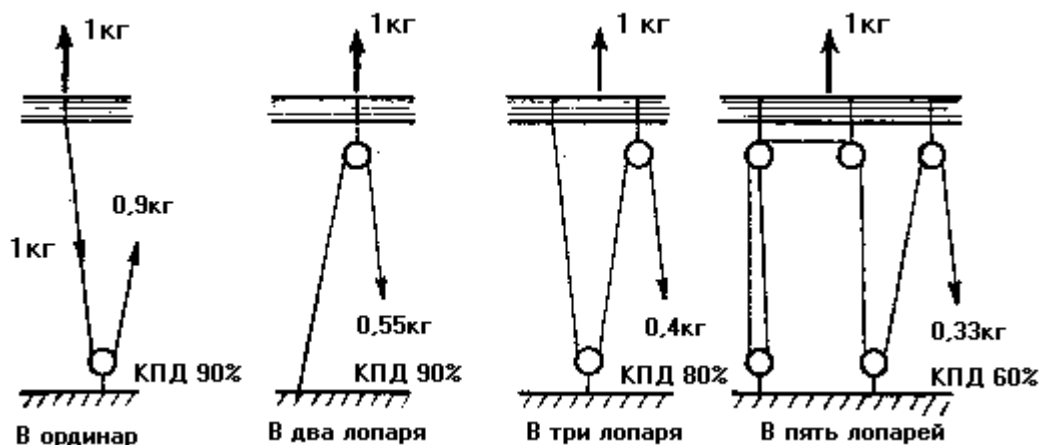

Рис. 44. Некоторые способы проводки гика-шкотов
**Блоки** служат для облегчения работы с бегучим такелажем и изменения направления тяги. Неподвижный блок не дает выигрыша в силе и служит лишь для изменения ее направления. Подвижной блок дает выигрыш в силе примерно вдвое, но для перемещения груза требует вдвое больше снасти, чем потребовалось бы без блока. Для определения выигрыша в силе, который дают тали считают, сколько снастей держит груз. Сколько таких снастей—**лопарей**, таков примерно и выигрыш в силе. Различные виды талей показаны на **рис. 44**. Сколько лопарей в таях, во столько раз длиннее надо взять конец для образования талей.
Коэффициент полезного действия блока (к. п. д.) тем меньше, чем больше трение шкива по оси и о щеки, больше перегиб троса и трение самого троса. При нормальной конструкции и размерах блока его к. п. д. составляет около 90%; значит, сила на ходовом конце на 10% больше, чем на коренном. Если тали сложной конструкции, то потери довольно велики: в частности, на талях в три лопаря (рис. 44) на ходовом конце надо прилагать силу не 0,33 кг, а примерно 0,41 кг, а при пяти лопарях—не 0,2 кг, а 0,34 кг, т. е. на 70% больше теоретической силы.